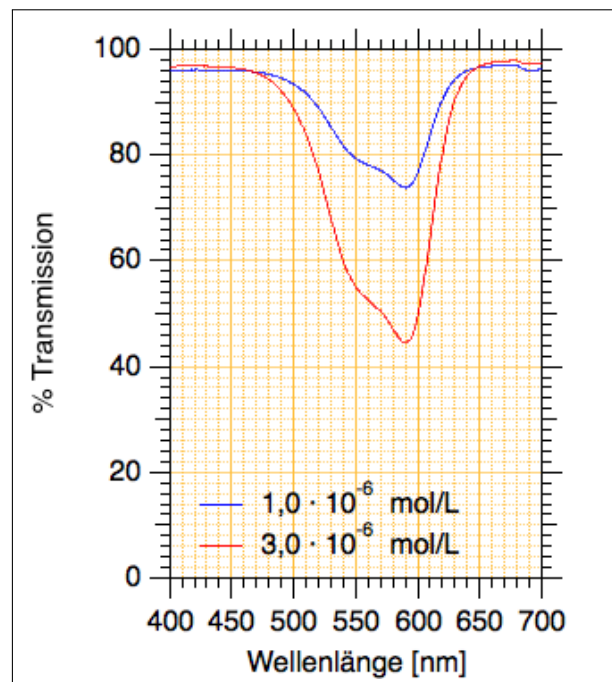
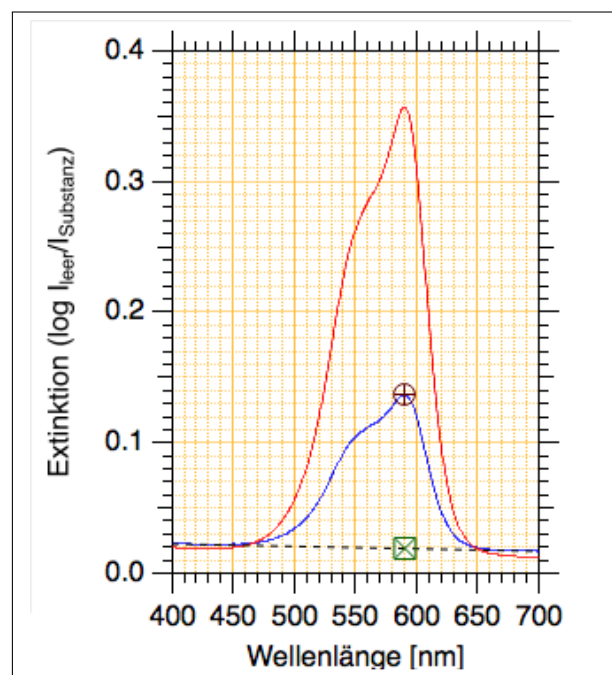

Abbildung 1: Relative Transmission (% $T$ ) ethanolscher Lösungen von Kristallviolett im Spektralbereich 400-700 nm.
Abbildung 2: Extinktion ethanolischer Lösungen von Kristallviolett. Die Cursor werden zur Bestimmung des molaren dekadischen Extinktionskoeffizienten genutzt.
4. Typische Ergebnisse für die Transmission von Kristallviolett sind in der Abb. 1 gezeigt. Man erkennt, dass bereits eine  $3,0 \cdot 10^{-6}$ -M Lösung im Absorptionsmaximum zu einer Schwächung  $> 50\%$  führt.
5. Die Abb. 2 zeigt die Extinktion der beiden Lösungen, deren relative Transmission  $%T$  in der Abb. 1 dargestellt wurde. Gehen Sie zur Auswertung wie folgt vor:
- Greifen Sie auf die graphischen Werkzeuge von IGOR zurück. Klicken Sie auf die Graphik, wählen Sie dann im Menü „Graph“ die Option „Show Tools“. Links neben der Abbildung erscheint eine Funktionsleiste. Klicken Sie auf das Liniensymbol und ziehen Sie eine Grundlinie entlang der Absorption (vgl. Abb. 2). Erzeugen Sie durch Klicken auf „Show Info“ im Menü „Graph“ unterhalb der Abbildung eine Cursorleiste. Ziehen Sie einen der beiden Cursor auf die Nähe des Maximums der Absorption und bewegen Sie ihn mit Hilfe der Tastatur-Pfeiltasten auf das genaue Maximum. Deaktivieren Sie den Cursor nun durch Klicken auf das entsprechende Cursor-Symbol in der Cursor-Leiste. Danach machen Sie bitte einen Rechts-Klick auf das andere Cursor-Symbol in der Cursorleiste und wählen Sie im Pop-up-Menu unter „Style“ die Option „Free“ aus. Sie können diesen Cursor nun auf eine beliebige Stelle der Graphik positionieren, nicht nur auf eine Wave. Bewegen Sie den Cursor senkrecht unter den anderen Cursor, so dass er auf der Grundlinie „sitzt“. Achten Sie darauf, dass die x-Positionen beider Cursor möglichst identisch sind. Nun können Sie in der Cursor-Leiste den Wert  $\Delta y$  ablesen. Dieser Zahlenwert ist die effektive Extinktion durch das Farbstoffmolekül im Absorptionsmaximum.